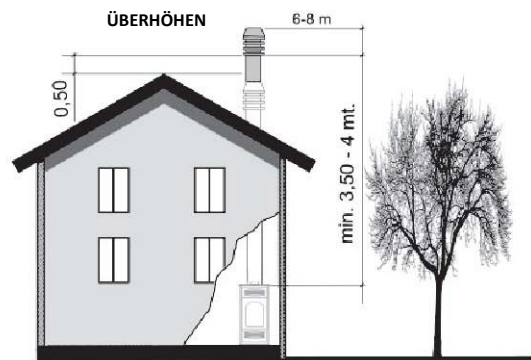
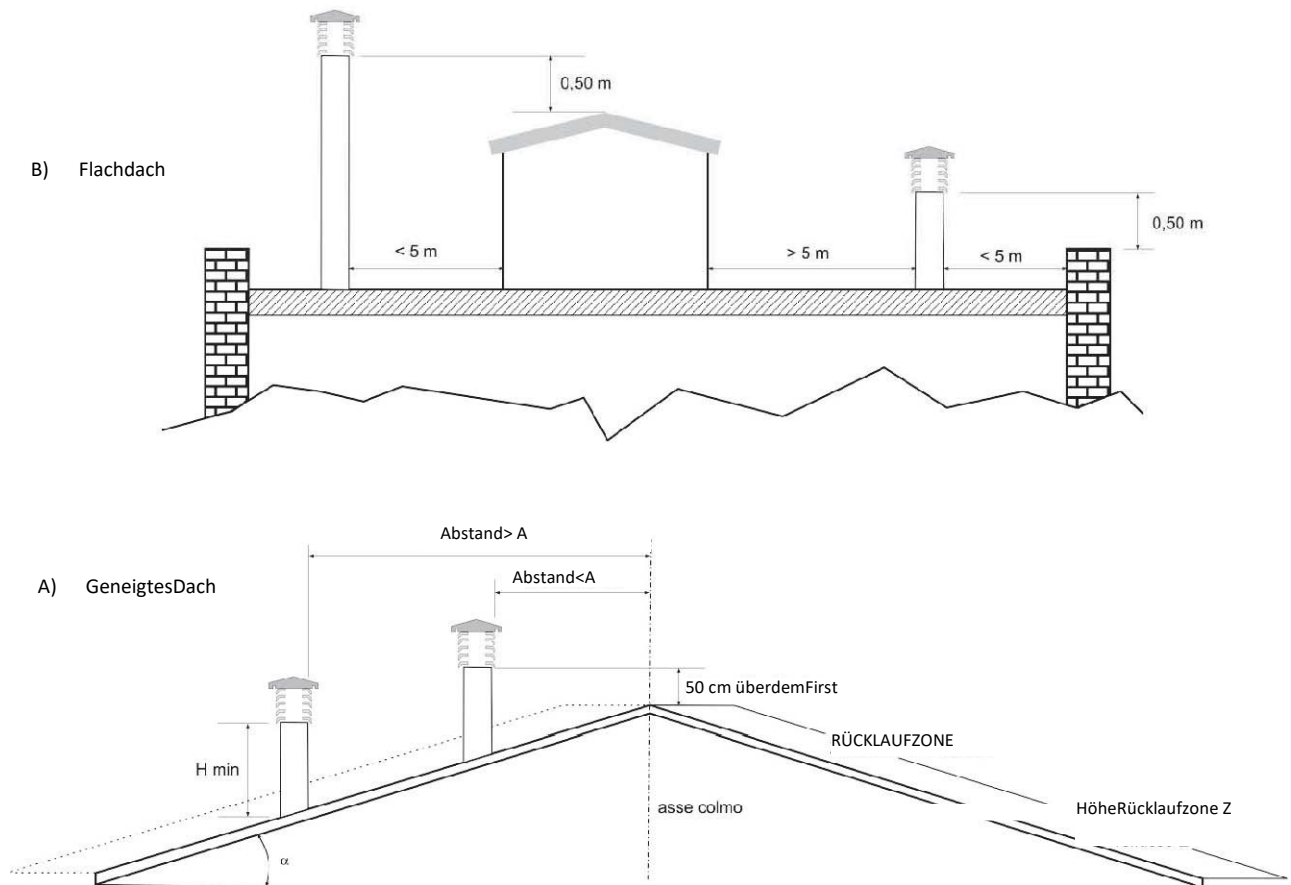

Abb.4
Abb. 5
- Der Schornstein muss so positioniert werden, dass eine angemessene Dispersion und Verdünnung der Verbrennungsprodukte außerhalb der Rückflusszone gewährleistet wird. Diese Zone hat verschiedene Abmessungen und Formen, je nach Abdeckungsneigung, für die die in Abb. 4 und Abb. 5 angegebenen Mindesthöhen an zu wenden sind.
- Der Schornstein muss vom Typ Gegenwind sein und die Höhe des Firstes Abb. 4 und Abb. 5 überragen.
- Eventuelle Anbauten oder andere Hindernisse, die die Schornstein höhe überragen, dürfen sich nicht dicht am Schornstein selbst befinden (Abb.4).